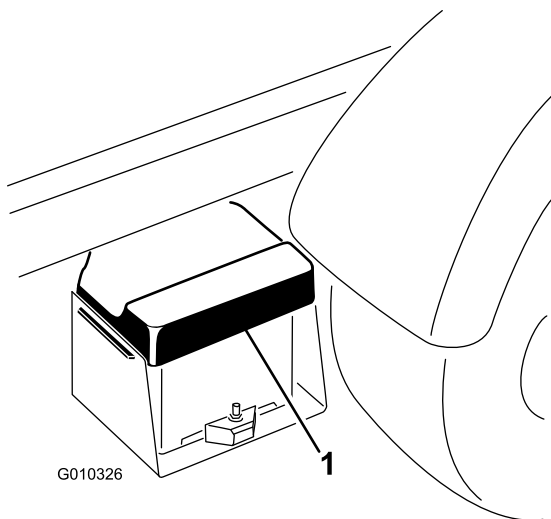

Bild 52
1. Drücken Sie die Batterieabdeckung zusammen, um die Laschen aus dem Unterteil zu lösen. Nehmen Sie die Batterieabdeckung vom Unterteil ab (Bild 52).